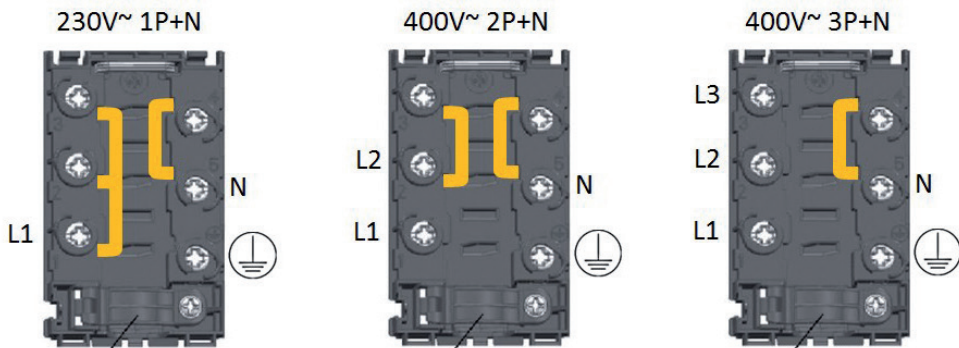

FIGURE 5
2. Positionnez les cavaliers en fonction de la tension disponible dans l'habitation (figure 5).